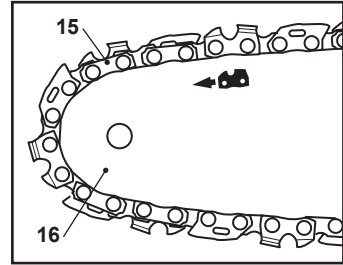

Fig. 2
3. Placer la chaîne (15) avec les bords tranchants orientés dans le sens de rotation. Faire glisser la chaîne (15) dans la rainure autour du guide-chaîne (16). S'assurer que la chaîne (15) est installée dans le bon sens de rotation (Fig. 2).